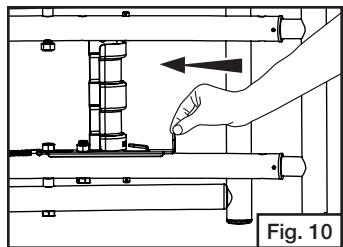

Fig. 10
- NOTA:** Al remolcar el grill, asegúrese de que el soporte del pestillo se haya insertado de manera segura en la ranura del soporte delantero. (Fig. 10)